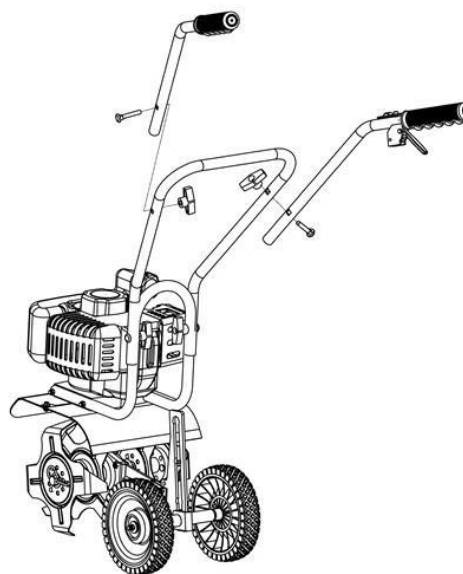

Рис. 2
- Совместите отверстия левой и правой части верхней рукоятки с центральной частью как показано на рис. 2, после чего закрепите их с помощью крепежного комплекта.